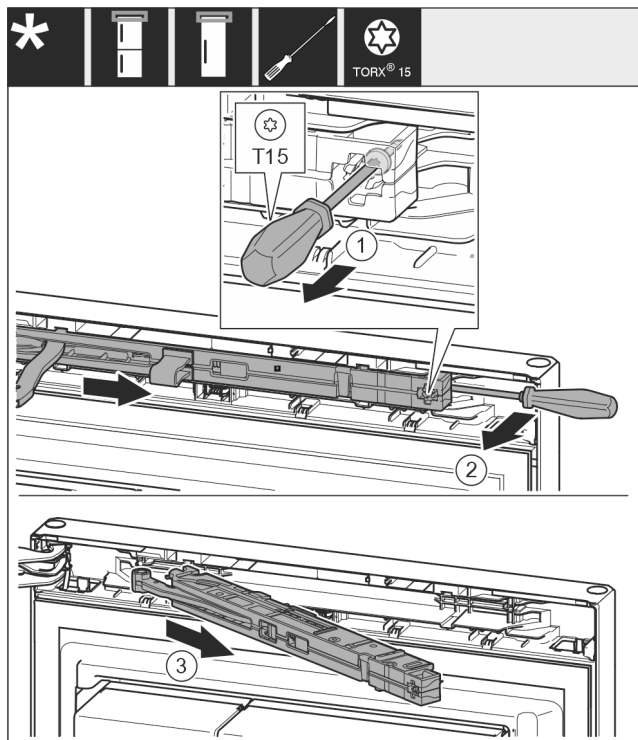

Fig. 13
- Oldja ki a csavart Fig. 13 (1) a záráscsillapító egységen 14 mm méretű csavarhúzóval.
- Emelje ki a záráscsillapító egységet Fig. 13 (2) a fogantyú felőli oldalon csavarhúzó segítségével felfelé.
- Húzza ki a záráscsillapító egységet Fig. 13 (3).